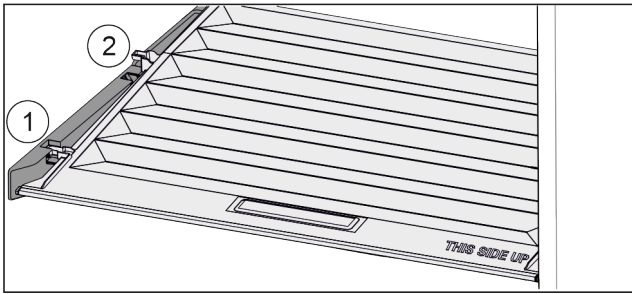

Fig. 68
- ▶ Veko potiahnite dopredu až k otvoru v prídržných dieloch Fig. 68 (1).
- ▶ Vzadu ho nadvihnite zospodu a zložte smerom nahor Fig. 68 (2).